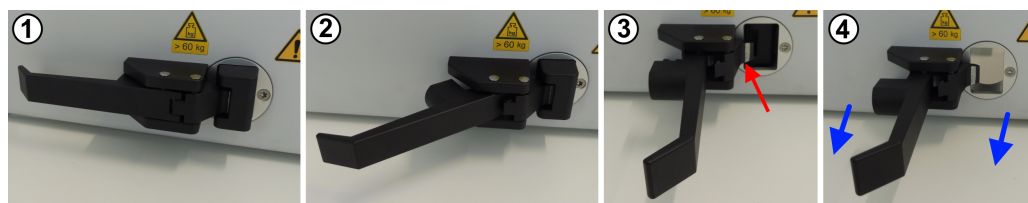

Рис. 7-4: Процедура открывания двери вручную
1. Перевести рукоятку из позиции 1 в позицию 2, как показано на рис. 7-4.
2. Перевести рукоятку из позиции 2 в позицию 3, как показано на рис. 7-4.
2. Убедиться в том, что ручка полностью открыта и находится под углом 90° относительно двери, см. позиции 3 и 4 на рис. 7-4.
4. Перевести ручку из позиции 3 в позицию 2, как показано на рис. 7-4.
5. Перевести ручку из позиции 2 в позицию 1, как показано на рис. 7-4.